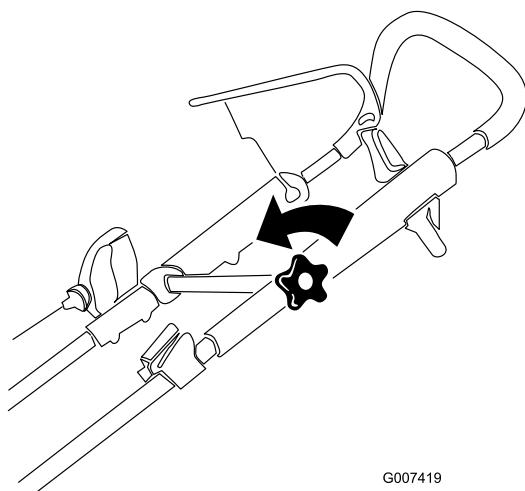

Figura 17
1. Afloje el pomo del manillar superior (Figura 17).